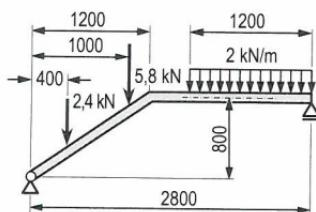

Bild 9.30: Rahmen
12. Rahmen mit Streckenlast und Einzellasten (**Bild 9.30**).